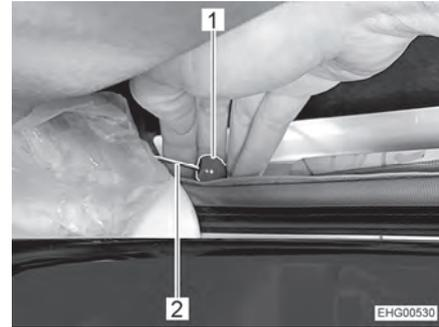

Fig. 58 Dispositif de déverrouillage de secours
- Tirer des deux côtés sur le bouton rouge (Fig. 58,1) du câble Bowden (Fig. 58,2).